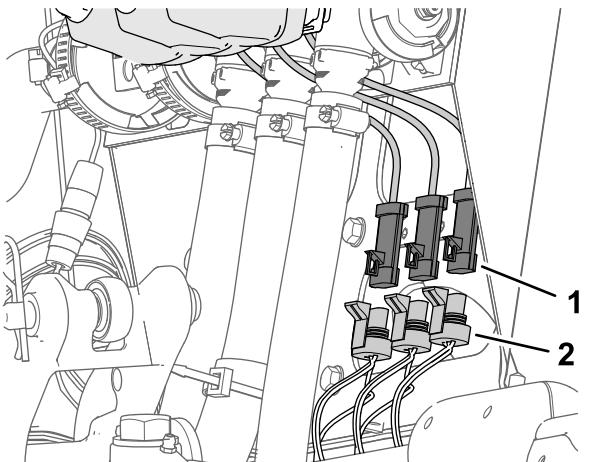

图31
1. 将机器线束上标有左喷洒阀、中间喷洒阀和右喷洒阀的 3 插槽接头图31从 3 喷洒阀致动器的各 3 针接头处断开。